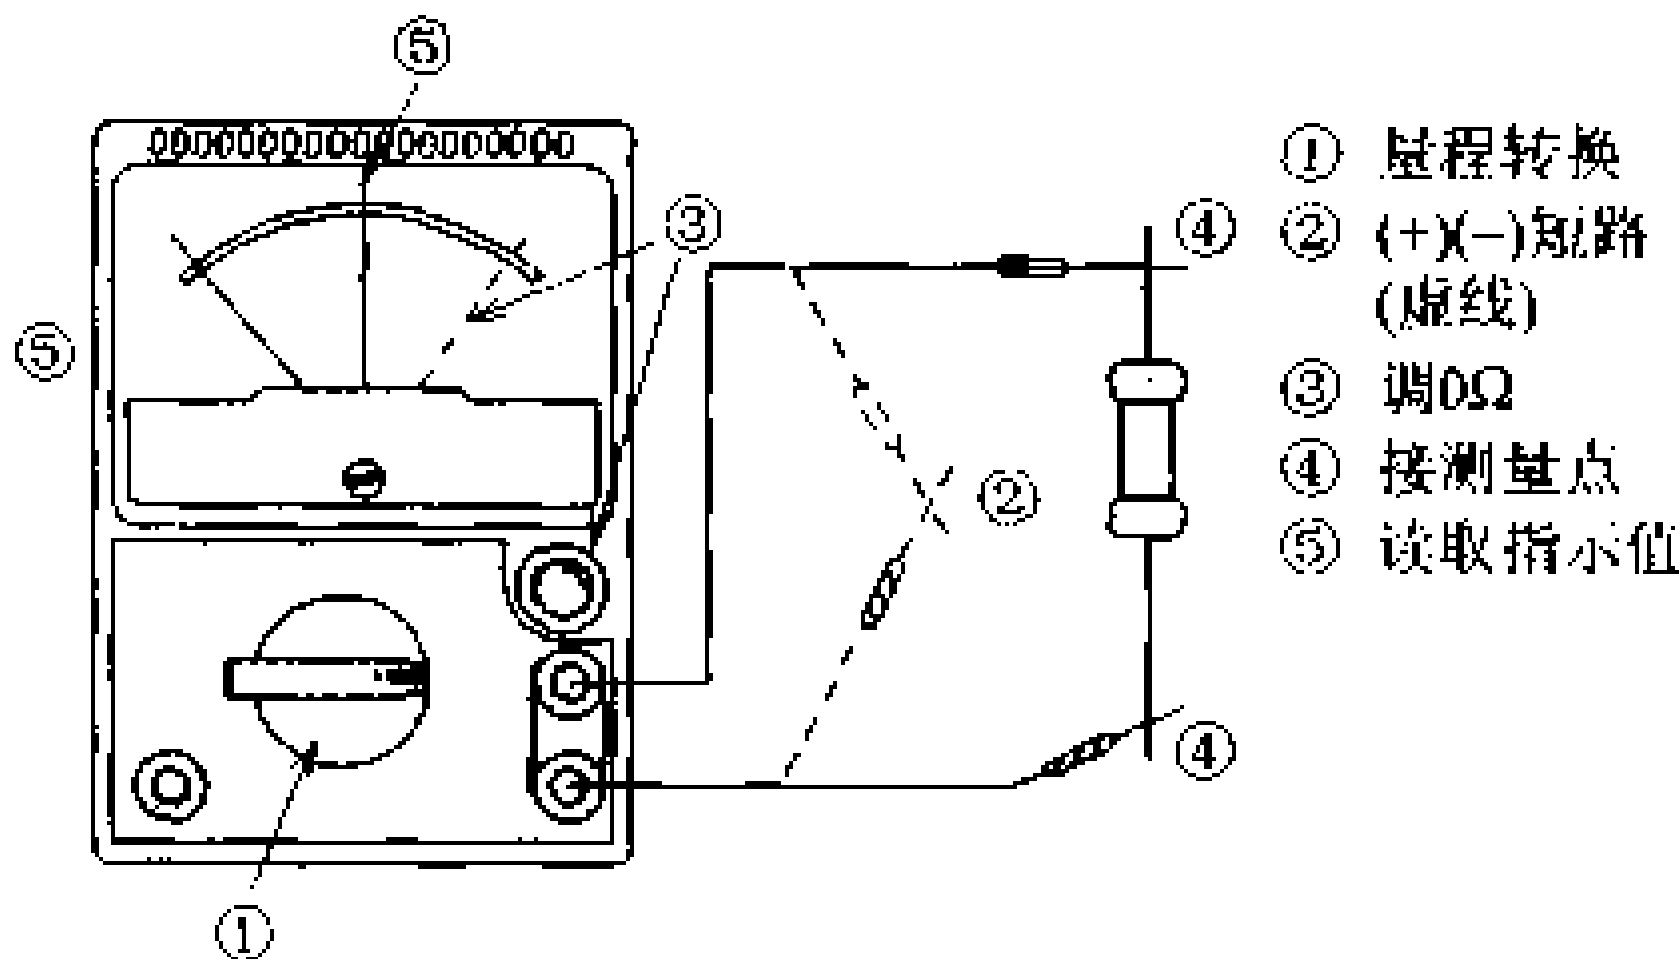

图 5.8 电阻的测量
③ 测量电阻( $\Omega$ ) (图 5.8)
① **0 $\Omega$  调整(电气调零)** 首先将量程开关转换到电阻档,然后将测量线短接,调节调 0 $\Omega$  旋钮使指针指到右端的 0 $\Omega$  处。在重复进行测量或转换量程时,应每次都进行调零。如果调零旋钮向右转到底而不能使指针到达 0 $\Omega$  时,表明万用表内装电池耗尽,需更换新电池。
② **测量与注意事项** 调零后,将测量线与被测电阻的两端相连,读取电阻值。测量时,由于测量线的极性与内装电池的极性相反(红线为负极、黑线为正极),所以在用于测量二极管等器件时应特别注意。